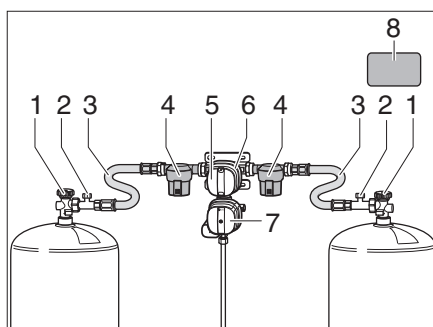
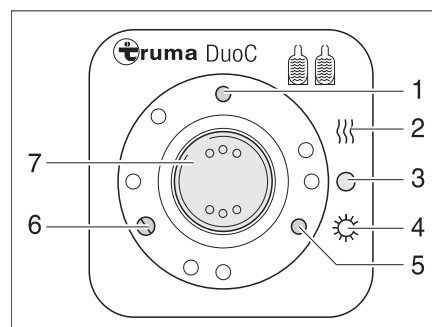
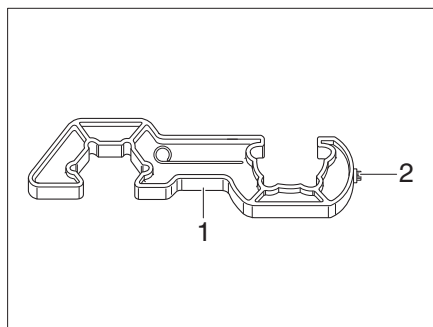
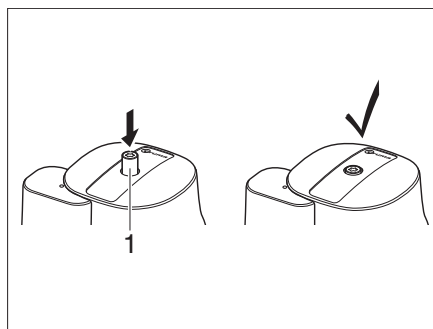

Fig. 83 Impianto di commutazione DuoControl
Fig. 84 Centralina di controllo
Fig. 86 Strumento ausiliario
Fig. 87 Sensore di crash
L'impianto di commutazione DuoControl è costituito da una valvola commutatrice (Fig. 83,6) e dalla centralina di controllo (Fig. 84). La valvola commutatrice è montata tra i tubi flessibili ad alta pressione (Fig. 83,3). Con la manopola (Fig. 83,5) sulla valvola commutatrice è possibile stabilire, quale delle bombole del gas viene utilizzata come bombola in uso e quale bombola del gas viene utilizzata come bombola di riserva.
La valvola commutatrice (Fig. 83,6) è munita dell'impianto antighiaccio EisEx. In questo modo si possono evitare guasti nell'impianto del gas in inverno.
A monte della valvola commutatrice si trova su ogni lato un filtro del gas (Fig. 83,4) che protegge l'impianto del gas dall'olio e dalle impurità.
Sulla centralina di controllo (Fig. 84) possono essere gestite solo le funzioni elettriche. Le valvole principali di arresto (Fig. 83,1) delle bombole del gas devono essere aperte manualmente.
La valvola commutatrice garantisce una pressione del gas costante, indipendentemente da quale bombola provenga l'alimentazione del gas. Le due spie di controllo della centralina di controllo segnalano il livello della bombola in uso. Se la spia di controllo verde (Fig. 84,6) è accesa, la bombola in uso è piena. Se la spia di controllo rossa (Fig. 84,5) è accesa, la bombola in uso è vuota. In questo caso il gas viene fornito dalla bombola di riserva.
- Aprire le valvole principali di arresto (Fig. 83,1) delle bombole del gas.
- Con la manopola (Fig. 83,5) sulla valvola commutatrice (Fig. 83,6) selezionare la bombola del gas da cui proviene la principale alimentazione del gas (bombola in uso).
- Portare l'interruttore a bilico (Fig. 84,7) in posizione "O" (Fig. 84,3). La spia di controllo gialla (Fig. 84,1) si spegne.
- Chiudere le valvole principali di arresto (Fig. 83,1) delle bombole del gas.
Le spie di controllo sulla centralina di controllo (Fig. 84,5 e 6) segnalano all'interno del veicolo se la bombola del gas in uso è pronta.
Se la spia di controllo verde (Fig. 84,6) si spegne durante il funzionamento e la spia di controllo rossa (Fig. 84,5) si accende, la bombola del gas selezionata come bombola in uso è vuota e deve essere sostituita. La bombola di riserva continua ad alimentare le utenze a gas.
- ▶ Per avvitare e svitare i tubi flessibili ad alta pressione, utilizzare lo strumento ausiliario (Fig. 86,1). Esso garantisce la necessaria coppia di serraggio e impedisce che l'uso di utensili errati danneggi collegamento a vite.
- Chiudere la valvola principale di arresto (Fig. 83,1) della bombola del gas vuota.
- Svitare il tubo flessibile ad alta pressione (Fig. 83,3) dalla bombola del gas per mezzo dello strumento ausiliario (Fig. 86).
- Collegare la bombola del gas piena al tubo flessibile ad alta pressione (Fig. 83,3).
- Aprire la valvola principale di arresto (Fig. 83,1) della bombola del gas.
- Posizionare con un mezzo giro la manopola (Fig. 83,5) sulla valvola commutatrice (Fig. 83,6) in modo tale che la bombola del gas appena sostituita serva da bombola di riserva.
- Premere il pulsante (Fig. 83,2) del dispositivo antirottura del tubo flessibile ad alta pressione per attivarlo.
- Eventualmente premere il pulsante di reset (Fig. 87,1) del sensore di crash.
- ▶ Osservare l'etichetta di sicurezza (Fig. 83,8) applicata nel vano portabombole.
- Con il Torx T20 (Fig. 86,2) dello strumento ausiliario premere verso l'interno il pulsante di sbloccaggio (Fig. 87,1), ruotare leggermente in senso orario e mantenere in questa posizione per 5 secondi. Il sensore di crash è pronto quando il pulsante di sbloccaggio (Fig. 87,1) in rimane nella posizione premuta.
- Dopo aver sostituito la bombola del gas, premere vigorosamente il pulsante verde (Fig. 83,2) del tubo flessibile ad alta pressione (Fig. 83,3).